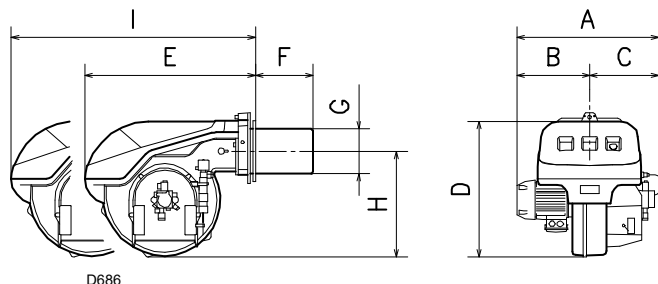

Fig. 1
3.2.2 Dimensões Máximas (Fig. 1) - medidas aproximadas
As dimensões máximas do queimador são indicadas em (Fig. 1). Ter em conta que para inspeccionar o cabeçal de combustão, o queimador deve ser aberto deslocando a parte posterior pelas guias.